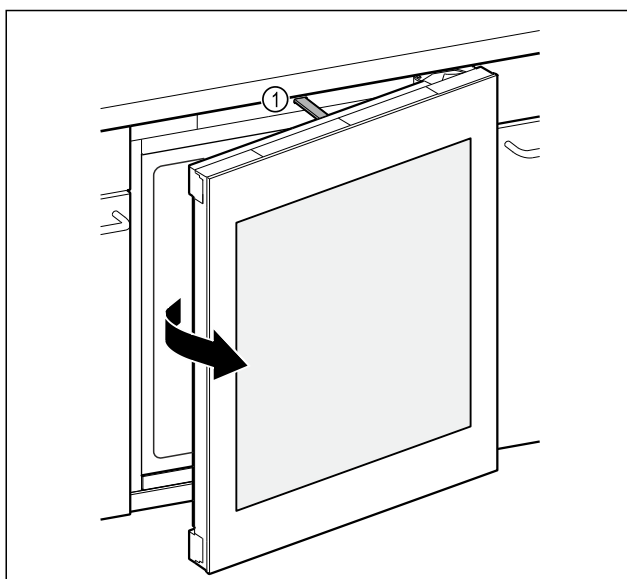

Fig. 133
- Šipka za guranje Fig. 133 (1) otvara vrata za otprilike 7 cm.